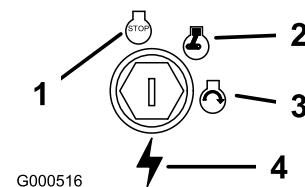

Bild 12
3. Drehen Sie den Zündschlüssel auf „Aus“ (Bild 12).